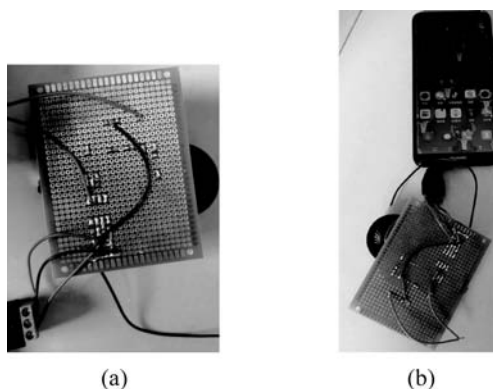

图 5-9 元器件连接图以及与手机的连接图
(6) 按原理图用导线连接布局好的各个元器件引脚(见图 5-9)。注意:原理图上所有的 GND 都连接在一起后向外引出至直流稳压电源的负极,原理图上所有的 VCC 都连接在一起后向外引出至直流稳压电源的+5V。实际连接的导线无须完全与原理图中的导线一样横平竖直,美观简洁即可。